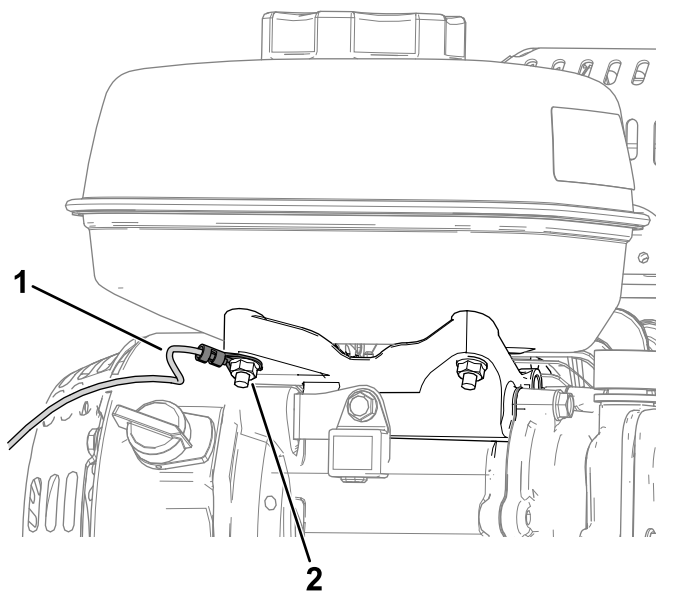

Bild 3
- Schließen Sie den Erdungsdraht (Ringklemme) am Motor mit einer vorhandenen Mutter unter dem Kraftstofftank an (Bild 3).